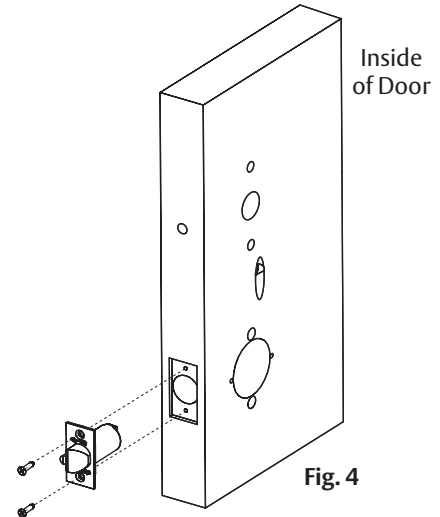

Fig. 4
3. Install latchbolt. (Fig. 4)